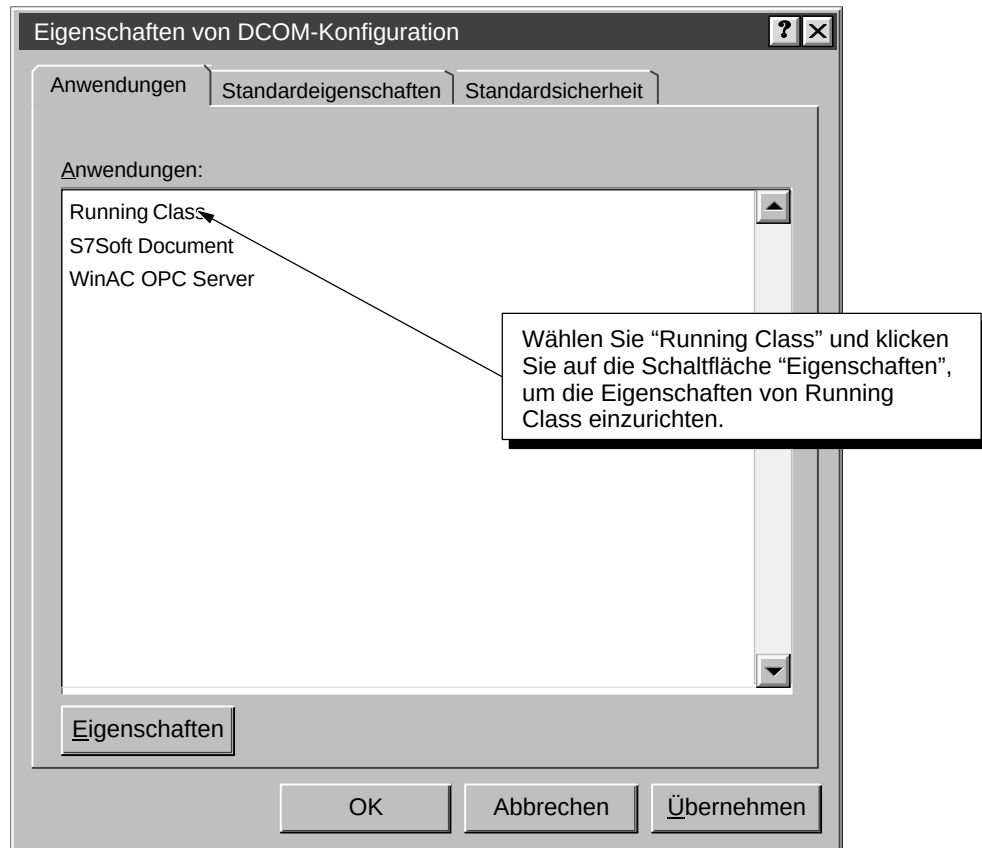

Bild E-9 Einstellen der Running Class für DCOM
1. Öffnen Sie das Register "Anwendungen" im Dialogfeld "Eigenschaften von DCOM-Konfiguration (siehe Bild E-9).
Die Eigenschaften für die "Running Class" richten Sie nicht auf dem Client-Computer ein. Die Running Class definieren Sie auf dem Server-Computer (siehe Bild E-9).